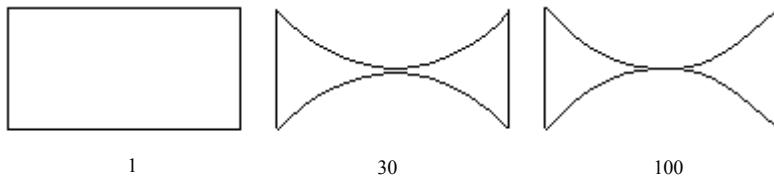

图 5.4.13 四边形网格 Jacobian Ratio (一)
- 对于任何一个矩形单元或平行四边形单元，不管是否含有中间节点， Jacobian Ratio 都为 1，图 5.4.13 所示的是 Jacobian Ratio 为 1、30、100 时的四边形网格（一）。